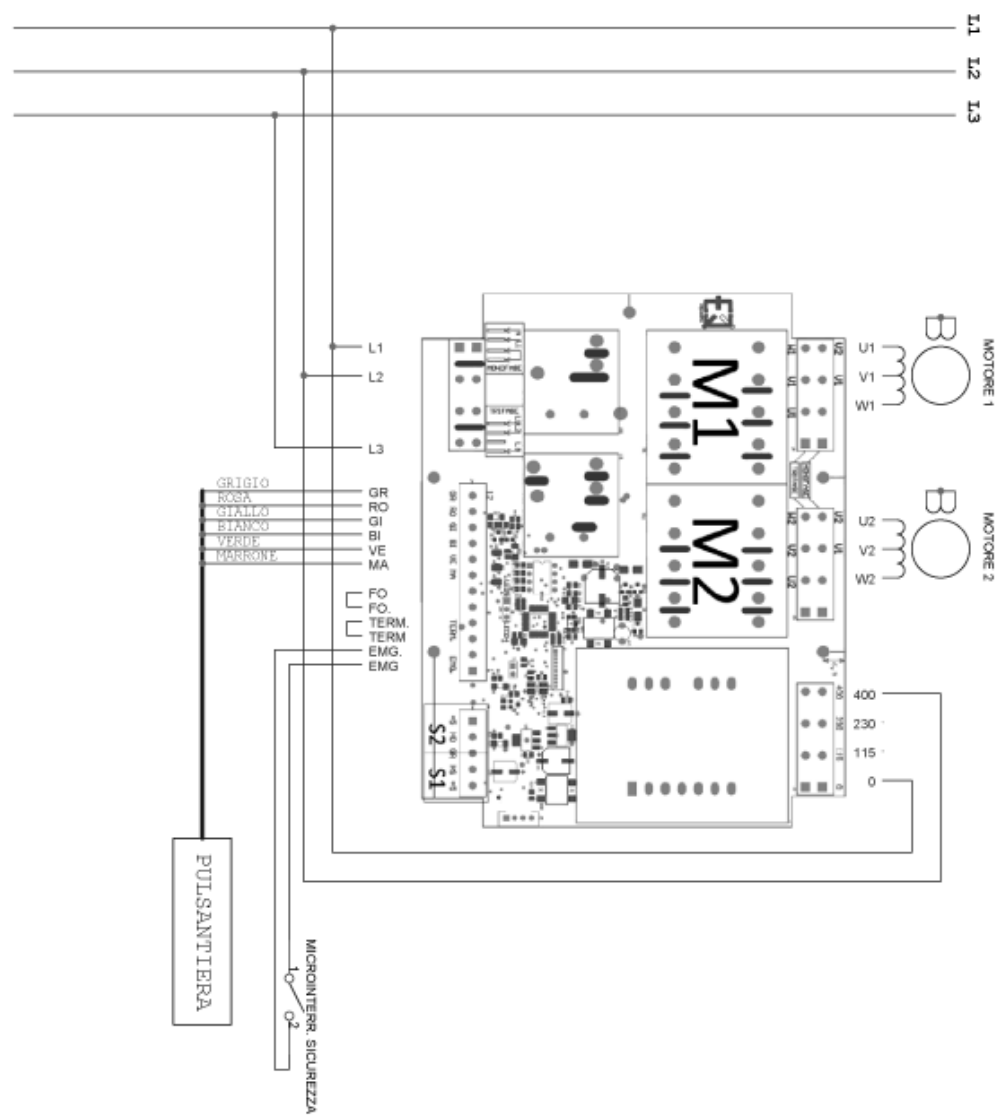

Fig. 2.4.3
2.4.3 - Esquema eléctrico trifase mandos inox (Fig. 2.4.3)